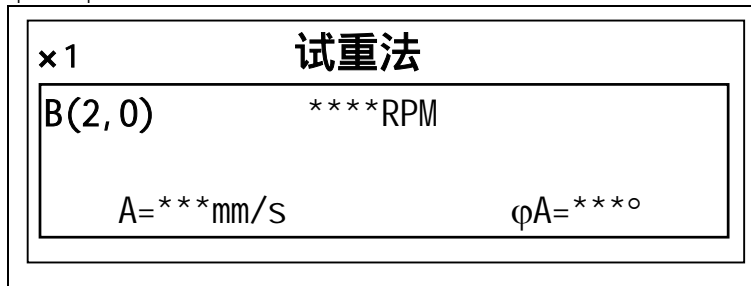

图4-17
按|回车|键，屏幕显示如图4-17。
(3) 在图4-17中，当转速值稳定在动平衡转速，振动值A、角度值φA读数稳定时，按|保持|键锁定读数，屏幕的右上角显示“**”。
(15) 按|回车|键，屏幕显示如图4-17，当转速值稳定在动平衡转速，振动值A、角度值 φA 读数稳定时，按|保持|键锁定读数，屏幕右上角显示“**”。此时可以看到B面振动值已经明显变小。